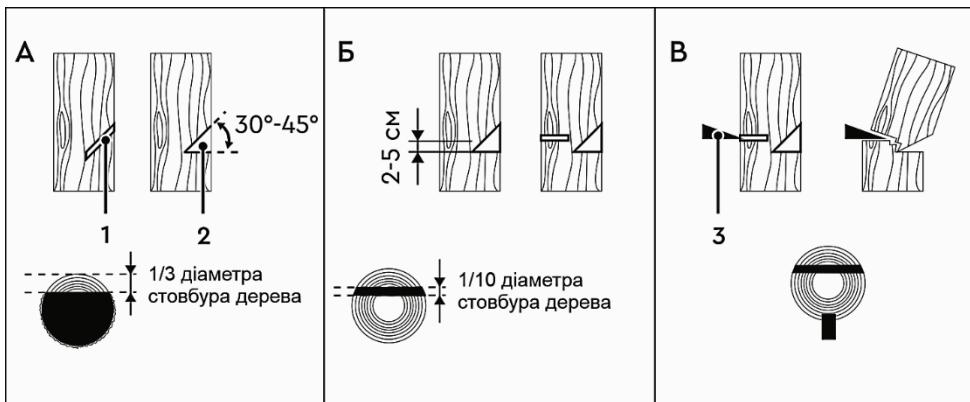

Рисунок 10
4.4.7 Виконання пропилів (рисунок 10)
Почніть пилити дерево з того боку куди воно має впасти (1, рисунок 10-А).
Зробіть клиноподібний пропил (2, рисунок 10-А) під кутом 30-45°, глибина якого приблизно дорівнює 1/3 від товщини стовбура.
Валочний розпил (рисунок 10-Б) зробіть із протилежного боку від клиноподібного пропилу, помістивши зубчастий упор пили на стовбур на 2-5 см вище нижнього краю клиноподібного пропилу. Завершіть пилиння тоді, коли до внутрішнього краю клиноподібного пропилу залишиться близько 1/10 діаметра стовбура. Коли робите валочний розпил, не намагайтесь пропиляти стовбур наскрізь до клиноподібного пропилу.
Частина стовбура, яка залишилася не пропиляною, буде направляти його в необхідний бік. Коли дерево почне падати, зупиніть роботу пили та негайно відійдіть у безпечну зону. Якщо дерево не почало падати, необхідно забити клин (3, рисунок 10-В), після чого дерево почне падати в сторону клиноподібного пропилу.